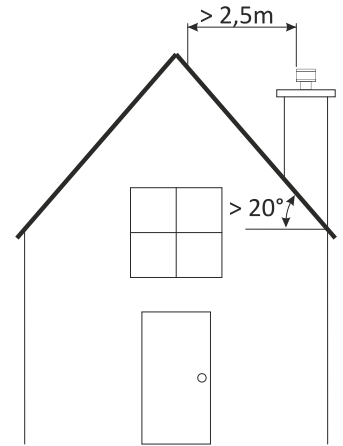

Figura 9
- A parte superior da chaminé deve passar no mínimo um metro por cima da parte mais alta (topo) do telhado. Esta exigência é contornável no caso de telhado com inclinação superior a 20°, se o topo da chaminé se encontrar a uma distância horizontal ao topo do telhado superior a 2,5 metros, como exibido na *figura 9*.